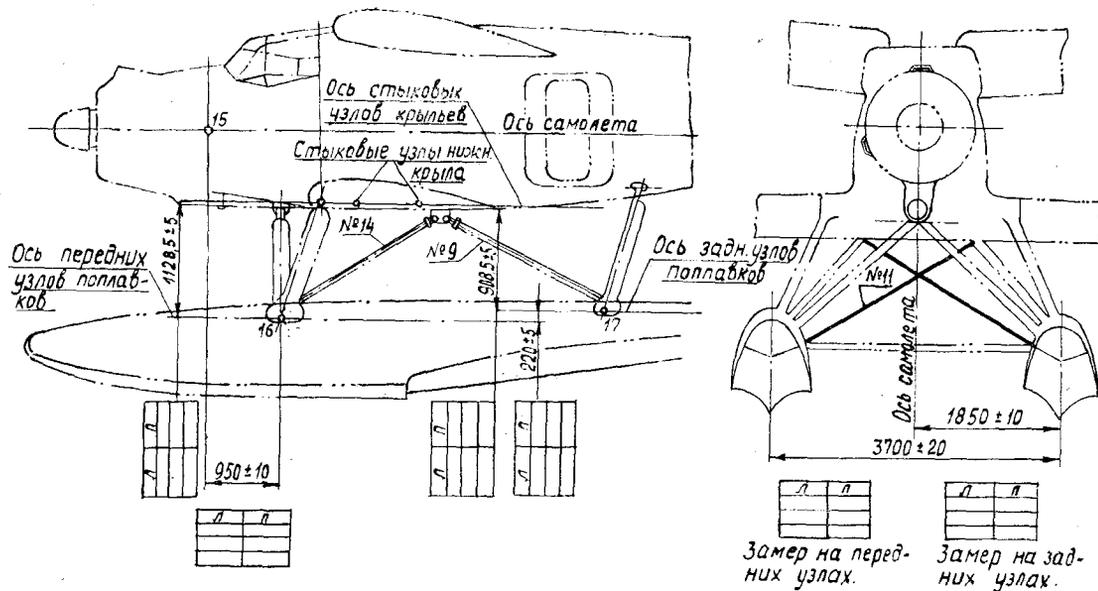

Рис. 16. Нивелировочная схема установки поплавка на самолете Ан-2В
19. Произведите нивелировку поплавка согласно нивелировочной схеме (рис. 16). Работу выполните в такой последовательности:
19.2. Произведите натяжение лент-расчалок с помощью специальных ключей № 64400/050А. Натягивайте постепенно и одновременно все ленты-расчалки до средних значений усилий, указанных в таблице (см. рис. 16). Измерение величин усилия натяжения лент-расчалок производите тензометром для лент-расчалок № 63600/030, который установите посредине ленты-расчалки и, нажимая рычаг до соприкосновения с лентой-расчалкой, определяйте по шкале тензометра с помощью таблицы (в зависимости от номера ленты) величину усилия натяжения ленты.
19.3. Определите с помощью нивелира и линейки вертикальные геометрические размеры, указанные в нивелировочной схеме (см. рис. 16).